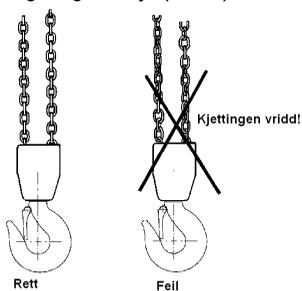

Fig. 5
- Kjettingen må ikke ha knekk eller være vridd. For toparts jekketalje (6 tonn) er det fare for at kjettingen blir vridd ved at underblokken vris gjennom kjettingslyngen. Dette skjer vanligvis ved ommontering eller flytting av kjettingtaljen mellom ulike arbeidssteder. Se fig. 5.
Kontroll av kroker (se fig. 5 og tabell 2)
| - | X | | | Se fig. 5 og tabell 2 |
| - | X | | Måling | Se fig. 5 og tabell 2 |